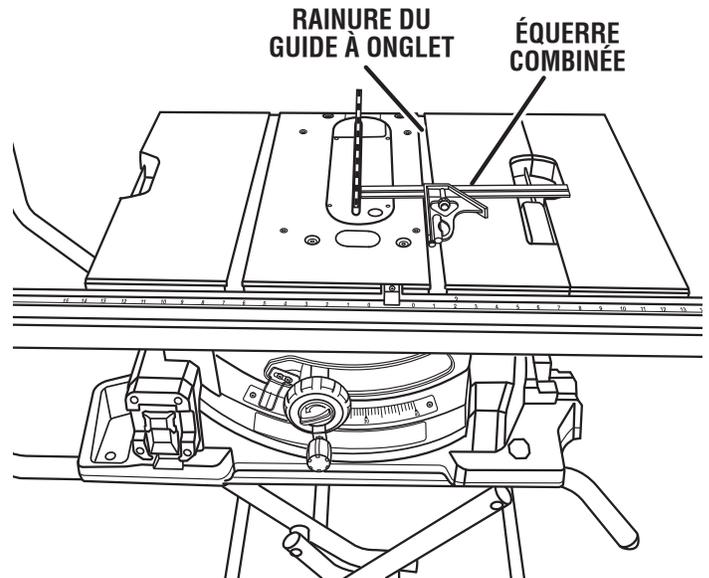

Fig. 41
Voir les figures 41 et 43.
- Faire une marque derrière une dent sur le devant de la lame. Placer l'équerre combinée contre la rainure du guide à onglet tel qu'illustré dans la figure 41. Mesurer la distance à la rainure de droite.